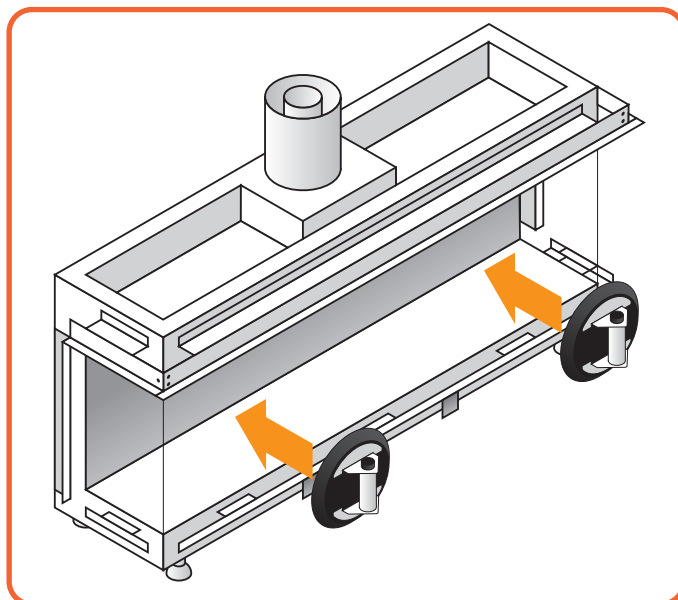

Figura 10.5 - Utilizzo della ventosa
- Applicare la ventosa sul vetro e assicurarsi che sia abbastanza sottovuoto da non staccarsi. (vedi **Figura 10.5**)